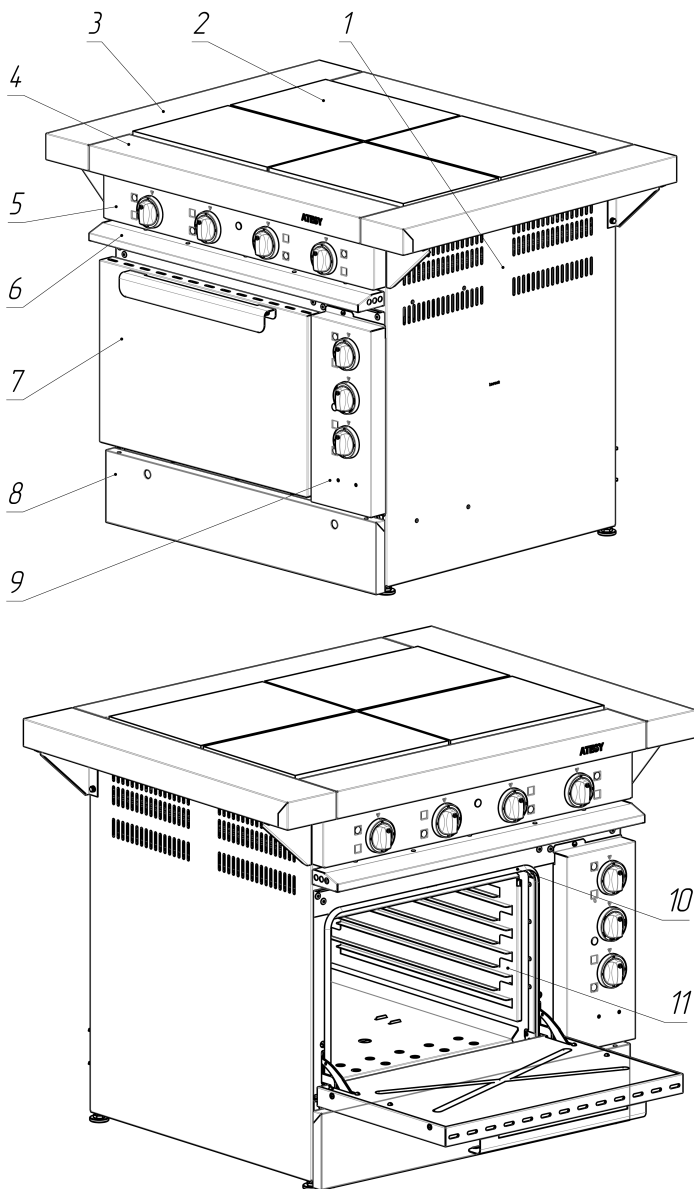

Рис. 1. Общий вид плиты с жарочным шкафом.
- дверь жарочного шкафа (7)(Рис. 1) должна полностью и свободно открываться;
- панели управления (5, 9)(Рис. 1) должны свободно открываться для технического обслуживания и подключения к электросети;